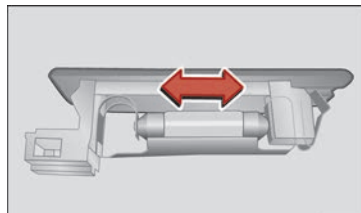

Fig. 119 Éclairage du coffre à bagages.
- Appuyez sur l'ampoule latéralement et retirez-la du logement » fig. 119.